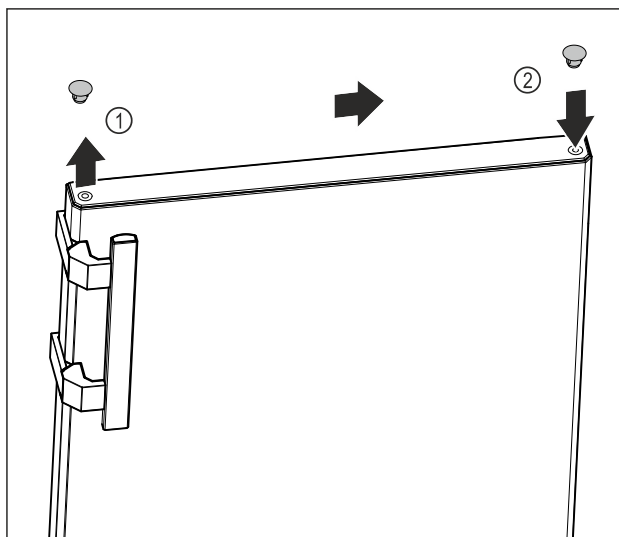

Fig. 13
- ▶ Pomocí plochého šroubováku opatrně zvedněte krycí zátku na horní straně dvířek Fig. 13 (1).
- ▶ Zasuňte krycí zátku na opačné straně. Fig. 13 (2)